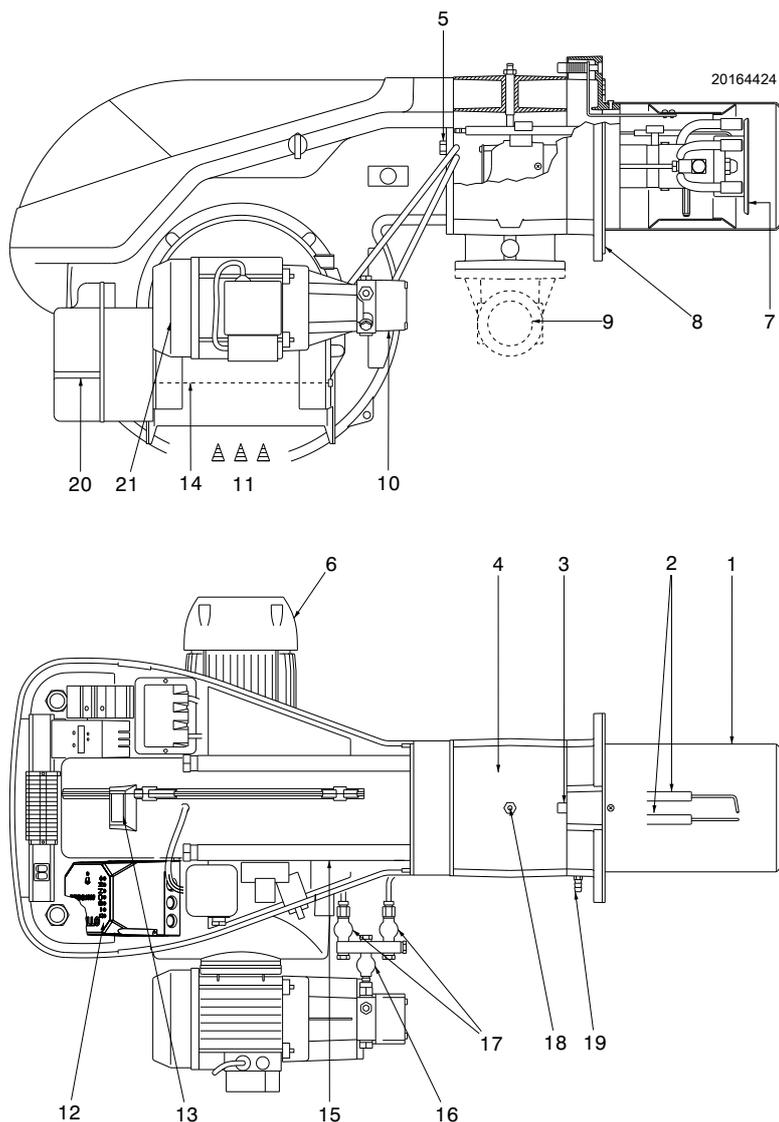

图 4
- (1) 参考条件: 环境温度 20°C - 燃气温度 15°C - 大气压力 1013 mbar - 海拔 0 m a.s.l.
- (2) 测试点 7) (图 4) 处的燃气压力, 此时炉膛压力为 0 并且燃烧器处于最大出力运行状态。
- (3) 噪音测试在制造商燃烧实验室内进行, 燃烧器在测试锅炉上以最大出力运行。声功率以符合 EN 15036 标准要求的“自由场”法测得, 并符合 EN ISO 3746 标准要求的“准确: 类别 3”的测量精确度。
- (4) 燃烧筒: 短 - 长
如果控制盒 12) (图 4) 按钮指示灯亮起，则燃烧器锁定。